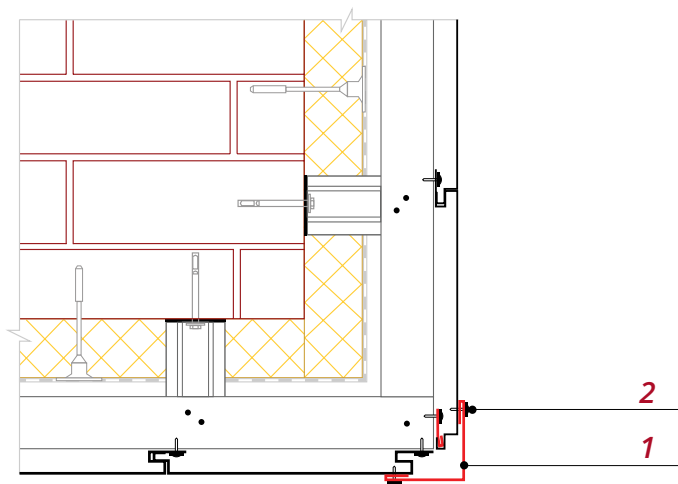

Рис. 10
■ После монтажа панелей сайдинга закрепите к ним саморезами планку угла **1** как показано на рис. 10. Минус этого варианта в том, что виден крепеж. Рекомендуется использовать саморезы ПШС с окрашенной головкой **2**, стальные вытяжные заклепки или кровельные саморезы 5.5\*19.